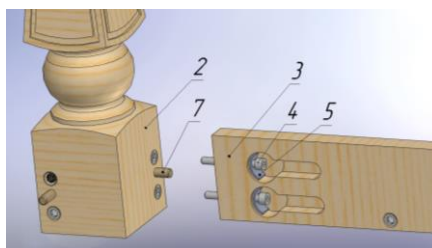

Рис. 2.
- 3.1 Установить деревянные шканты (7) в отверстия ног (2) согласно рис. 2.
- 3.2 Соединить две ноги (2) и царгу (3) при помощи винтов (4) через стяжку (5), заворачивая ключом (6) – рис. 2 и 3.